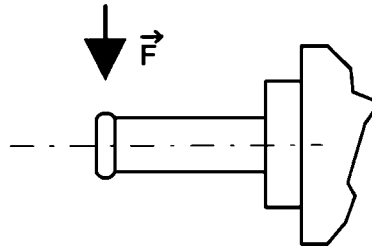

Figure 2
- Embouts - Les embouts doivent tenir à un effort de flexion F de 100 N (voir figure 2).